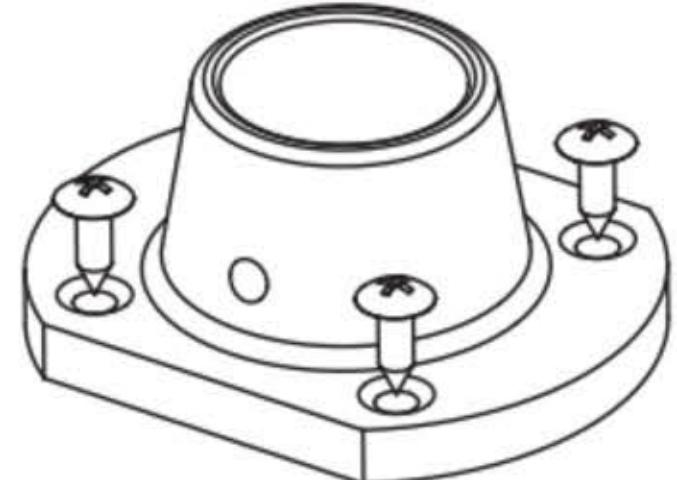

Figure 2
- Locate the mounting holes as shown in figure 1 a, b, c and affix the bottom positioner to the closet floor with (4) $\frac{3}{4}$ " x #8 oval headed screws. Note: Shaft locking screw must face the closet opening. (See figure 2)
- Trouver les trous de montage suivant les indications de l'illustration 1 et installer la base du positionneur du bas au plancher de la garde-robe avec 4 vis à tête ovale $\frac{3}{4}$ " x #8. Note: La vis de blocage de l'axe doit faire face à l'ouverture du placard. (Voir le figure 2)